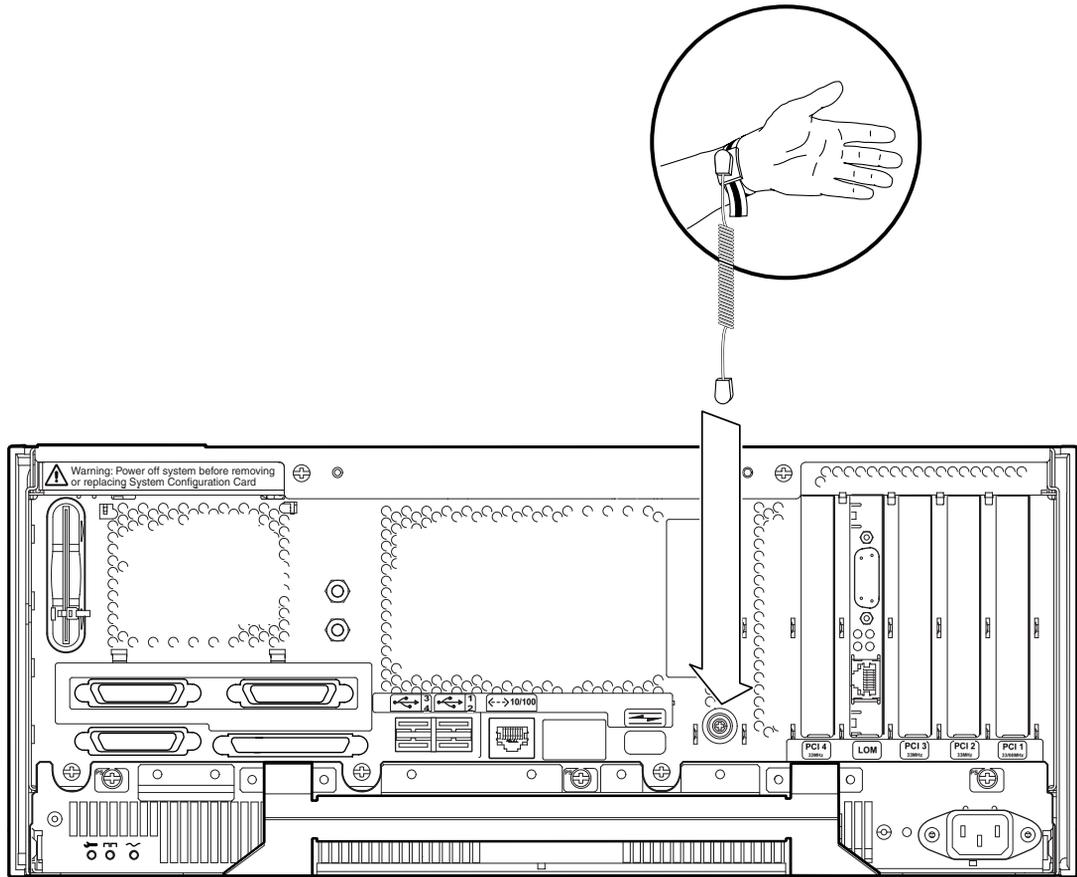
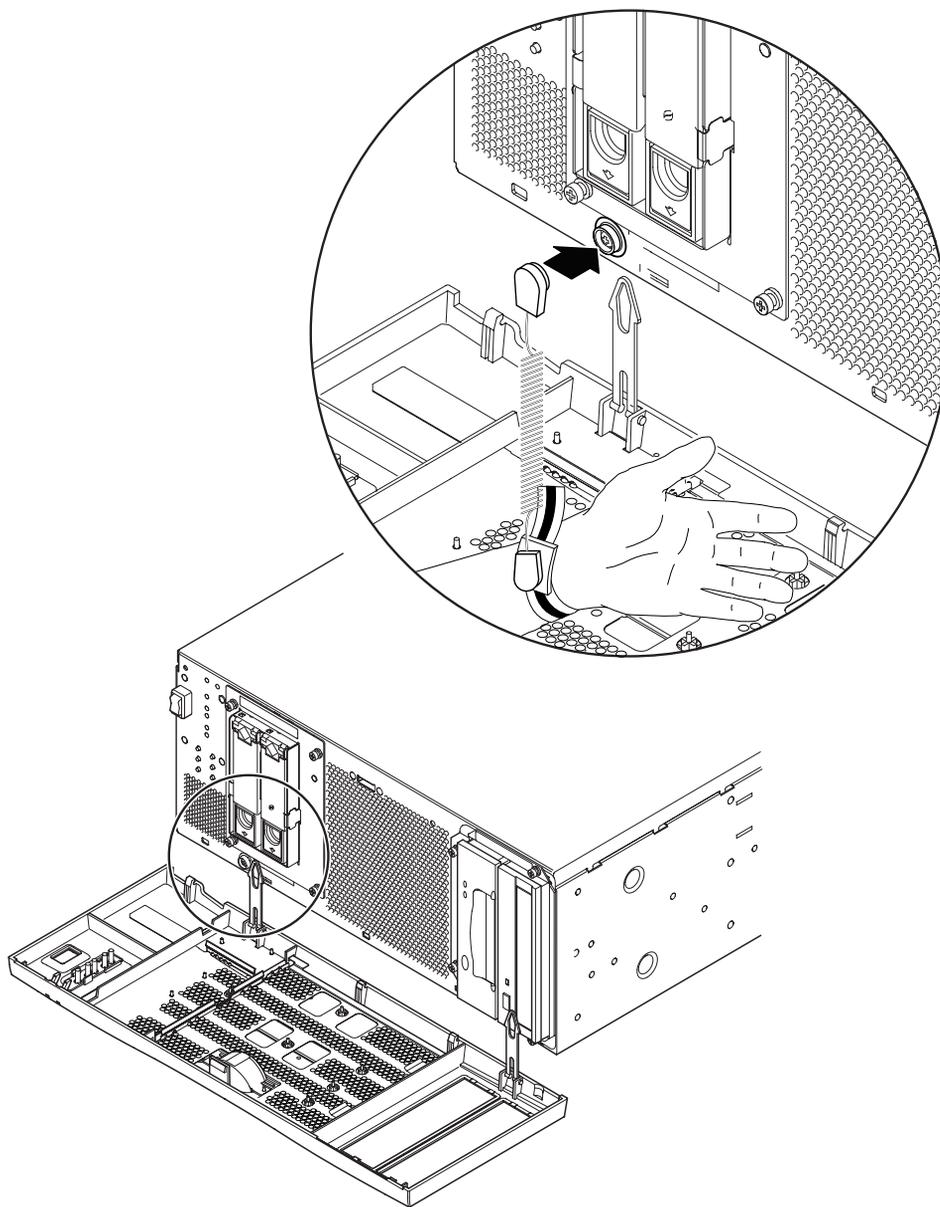

FIGURE 12-1 Fixation du bracelet antistatique à l'arrière du châssis
FIGURE 12-2 Fixation du bracelet antistatique à l'avant du châssis
- Pour relier le bracelet antistatique au châssis, procédez comme indiqué à la FIGURE 12-1 ou à la FIGURE 12-2.